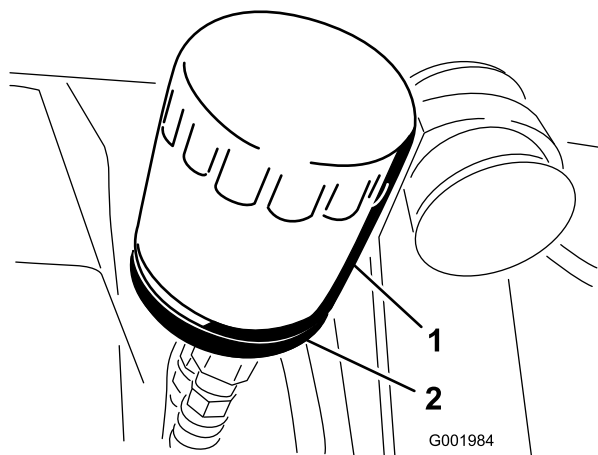

Bild 52
2. Entfernen Sie den Ölfilter (Bild 52).
Sie ihn dann um eine weitere 1/2 Umdrehung fester (Bild 52).